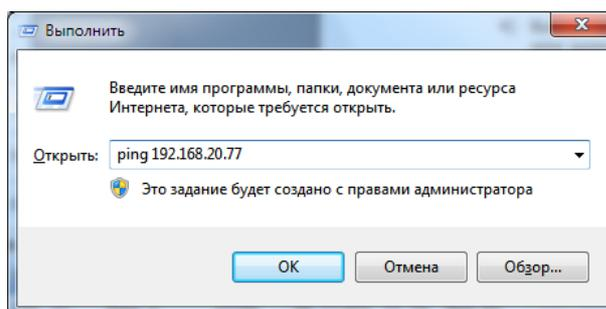
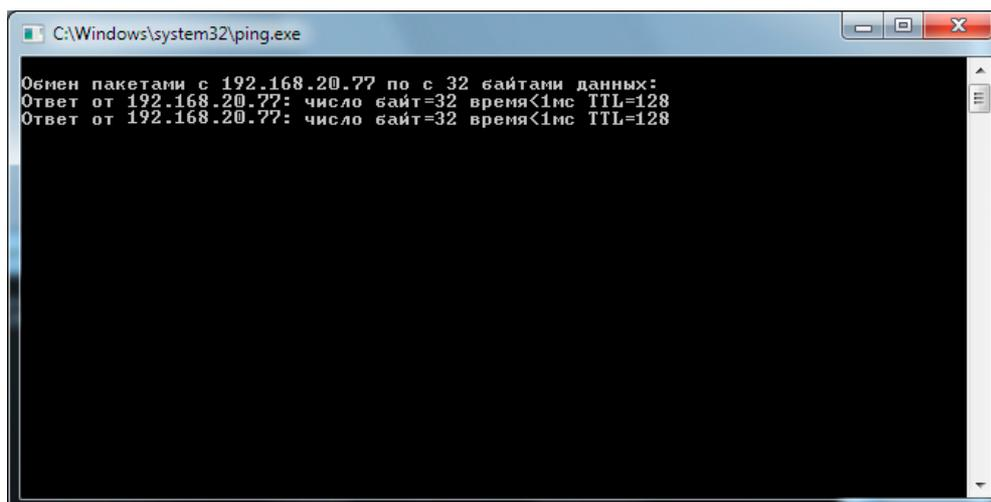

Рисунок 27 – Диалог "Выполнить"
Рисунок 28 – Консоль выполнения
- 4) Выберите пункт меню "Пуск/Выполнить", в диалоге "Выполнить" выполните команду *ping адрес_контроллера* (например, *ping 192.168.20.77*) и убедитесь в наличии ответа на команду (см. Рисунок 27 - Рисунок 28).